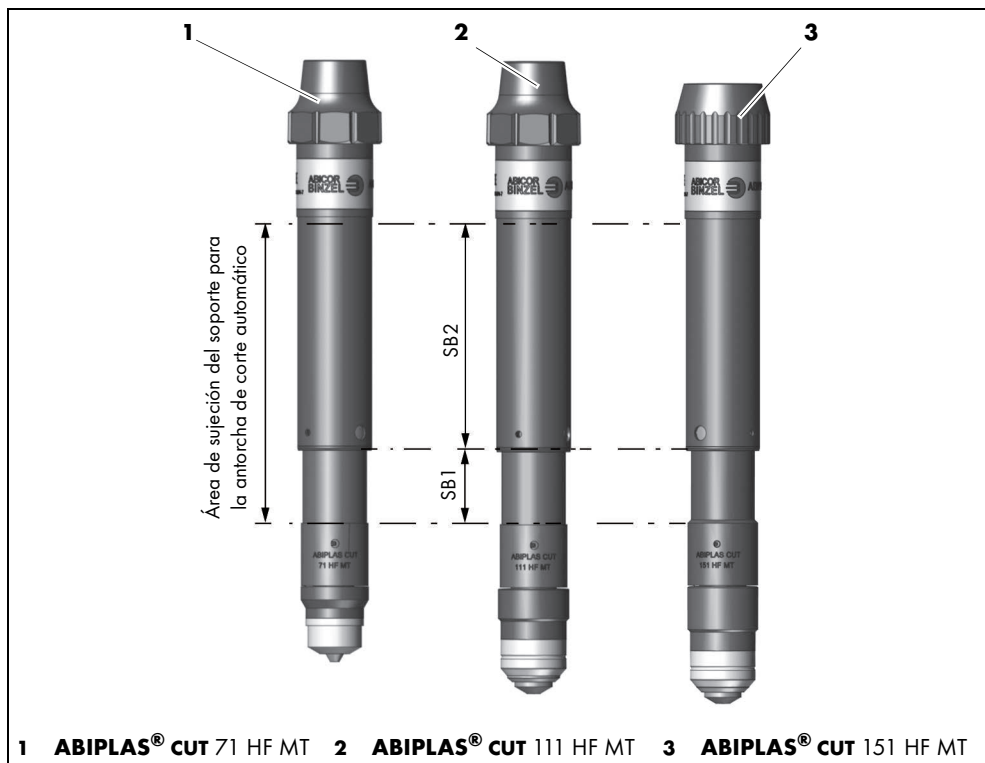

Fig. 10 Vista general del área de sujeción
- ⇒ Fig. 10 en la página ES-23